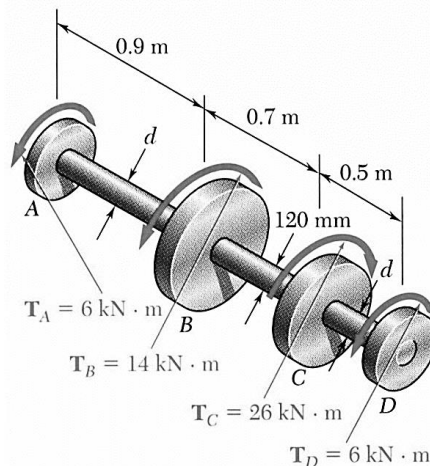

Figura 3.4
3.1.7 O projeto preliminar de um eixo de transmissão da Figura 3.4 levou à escolha de um veio BC de secção oca com diâmetro interno de 100mm e externo de 120mm. Sendo a tensão admissível do material dos veios de 130 MPa. Adotar $G=80\text{GPa}$.